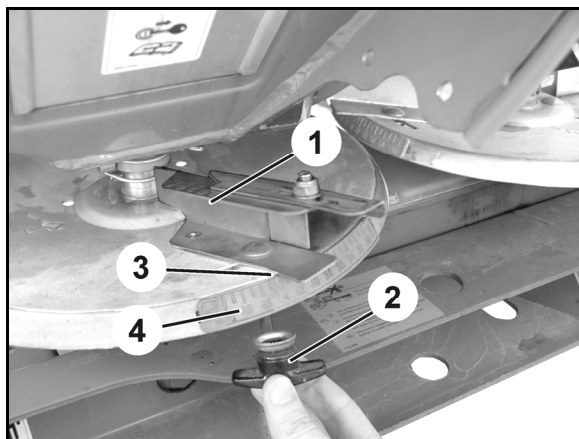

Рис. 80
5. Установите распределяющую лопасть с ограничением дальности распределения (Рис. 80/1) с помощью барашковой гайки (Рис. 80/2) на распределяющий диск.
6. Установите указатель (Рис. 80/3) на число на шкале (Рис. 80/4) согласно таблице норм внесения удобрений и снова затяните барашковую гайку (Рис. 80/2).